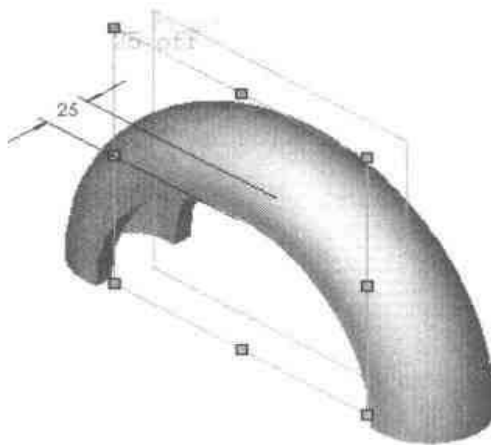

图 2-186 等距平面
- 等距平面: 从“Front”平面等距 25mm, 如图 2-186 所示。